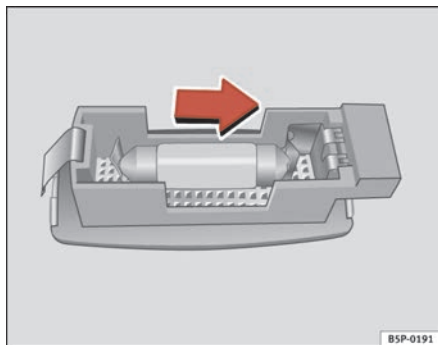

Fig. 196 Desmontaje luz del parabol
- Retire la luz con cuidado, utilizando el destornillador por su parte plana, tal como indica la figura ⇒ fig. 196.
- Retire la lámpara, moviéndola en el sentido de la flecha y hacia afuera ⇒ fig. 196. ■